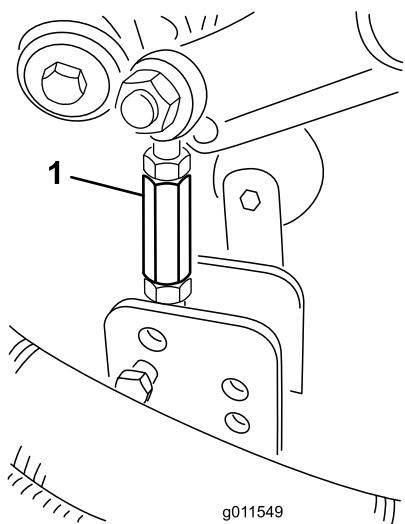
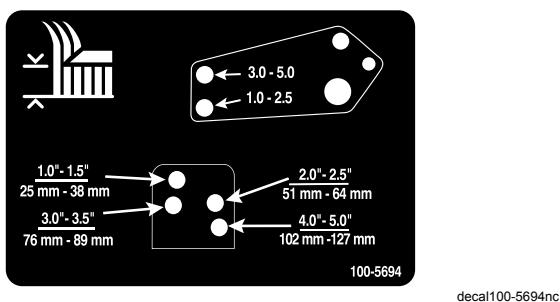

Figura 26
Figura 27
- Retire os pernos de gancho e os passadores que fixam os elementos de ligação do amortecedor aos suportes da unidade de corte (Figura 26). Alinhe os orifícios do elemento de ligação do amortecedor com os orifícios da altura de corte desejada na estrutura da unidade de corte (Figura 27) e insira os respetivos passadores e pernos de gancho.